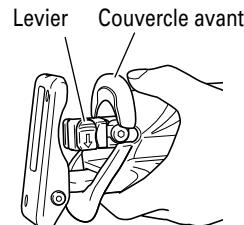

Fig. 2
(1) Allumer puis éteindre l'interrupteur-gâchette plusieurs fois de suite de façon que le levier puisse sortir complètement du couvercle avant. (Fig. 2)
- (1) Allumer puis éteindre l'interrupteur-gâchette plusieurs fois de suite de façon que le levier puisse sortir complètement du couvercle avant (Fig. 2). Ensuite, couper l'interrupteur et débrancher le cordon d'alimentation.
- Ne pas retirer le couvercle avant (voir la Fig. 2). Bien tenir le corps de l'outil par le haut du couvercle avant.